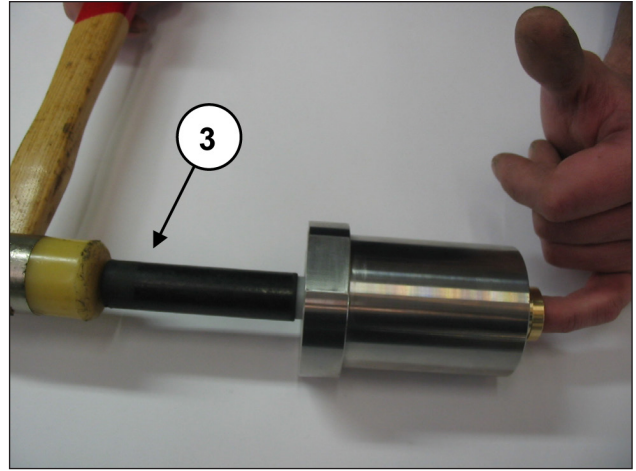
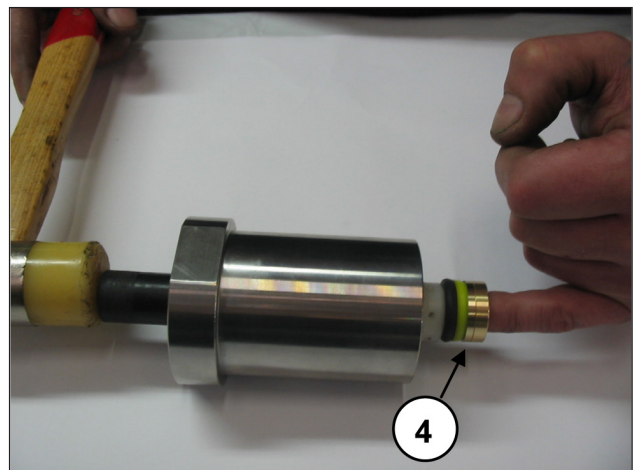

Fig. 52
Fig. 53
- Com a camisa separada do suporte de vedação e com um pino especial em material plástico, ③ conforme indicado na Fig. 52, faça esvaziar o pacote do HP (alta pressão) ④ operando como na Fig. 53.
A cada desmontagem, o pacote do HP ④ Fig. 53 deverá ser substituído.